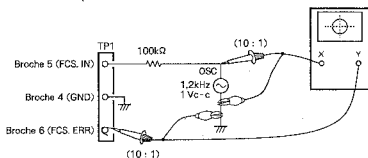

Fig. 7-11
- L'alimentation étant coupée (POWER OFF), raccorder un oscilloscope et un oscillateur de la manière indiquée à la figure 7-11.